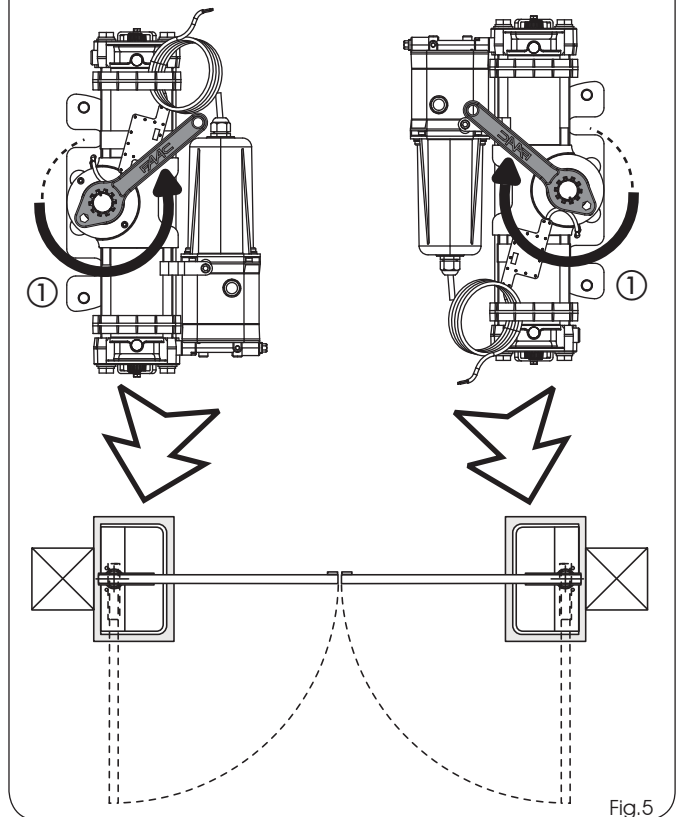

Fig.5
5) Gire el piñón del operador con la llave que se le suministra (Fig.5 ref.①), **hacia la dirección de cierre de la cancela**, hasta el bloqueo interno del pistón y quite la llave.